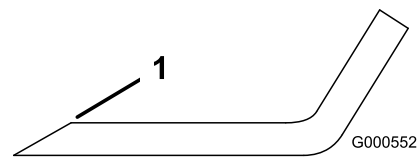

Рисунок 71
1. Для загострення ріжучої кромки на обох кінцях ножа використовуйте напилек (Рисунок 71).
Примітка: Якщо ніж не збалансований, зніміть напилком частину металу лише в кінці площі вітрильності (Рисунок 71).